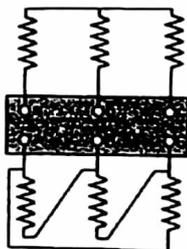

Figure2
6.3- Le coulage des enroulements de ce transformateur est ci-dessous représenté (Fig.2). Déterminez l'indice horaire de ce transformateur et énoncez les conditions de mise en parallèle de deux transformateurs.